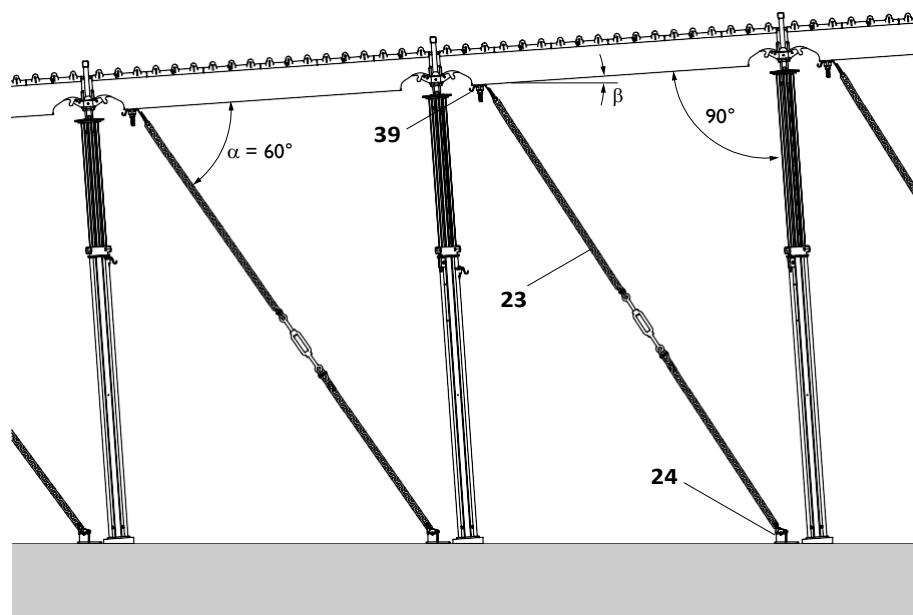

Fig. A11.01
Употребата на опорна глава SSK също е възможна. (Fig. A11.01)
2. Монтирайте петата (24) на устойчива основа, напр. с PERI анкерен болт 14/20x130, арт. № 124777. Имайте предвид техническите данни!
3. Завийте обезопасителя SAO (39) към надлъжния трегер SLT.
4. Закрепете анкерната верига (23) към обезопасителя SAO (39).
6. Опънете анкерната верига. (Fig. A11.01)